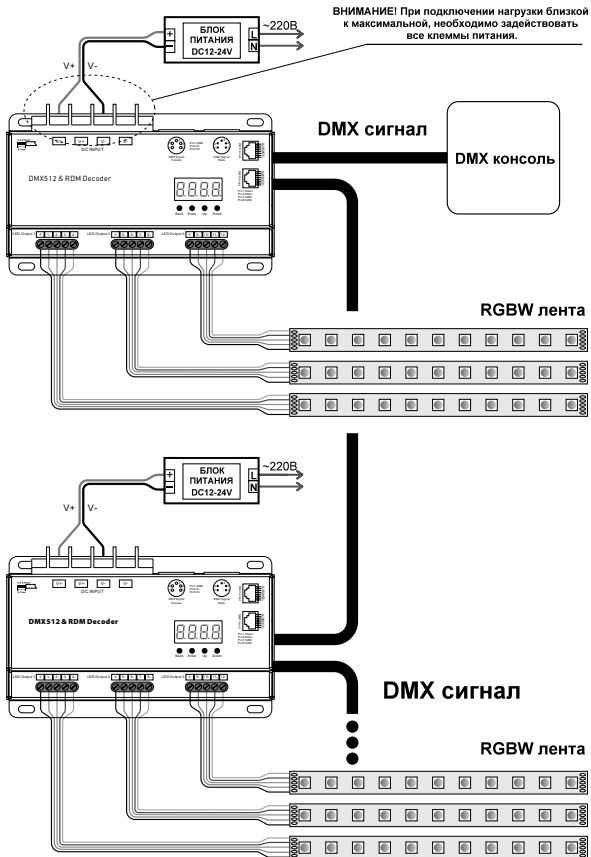

Рис.2. Схема подключения декодера.
- 3.3. Выполните подключение декодера в соответствии со схемой Рис.2 и маркировкой на корпусе декодера.